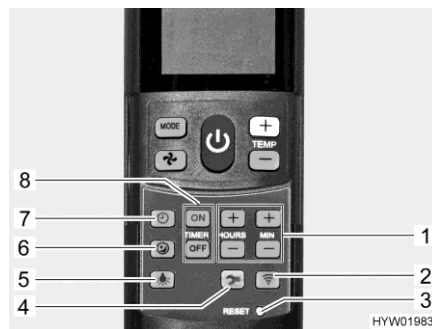

Fig. 177 Mando a distancia con teclas de ajuste (instalación de aire acondicionado)
- Pulsar la tecla Marcha suave (Fig. 177,6). Entonces, el ventilador funcionará a baja velocidad en el funcionamiento de refrigeración y, de esta manera, de modo particularmente silencioso.
- Pulsar la tecla Hora (Fig. 177,7).
- Ajustar las horas y los minutos con las teclas (Fig. 177,1).
- Pulsar la tecla "ON" (Fig. 177,8).
- Pulsar las teclas para el ajuste de la hora (Fig. 177,1) hasta que se haya alcanzado el lapso de tiempo hasta la conexión.
- Pulsar la tecla "OFF" (Fig. 177,8).
- Pulsar las teclas para el ajuste de la hora (Fig. 177,1) hasta que se haya alcanzado el lapso de tiempo hasta la desconexión.
- Volver a pulsar la tecla "ON" o la tecla "OFF" (Fig. 177,8).
- Pulsar la tecla Luz (Fig. 177,5). La iluminación será conectada con el nivel de atenuación ajustado más recientemente.
- Pulsar la tecla Luz (Fig. 177,5) y mantenerla pulsada hasta que se alcance la luminosidad deseada.
- Pulsar la tecla Luz (Fig. 177,5).
- ▷ La tecla Instalación (Fig. 177,4) se usa para conectar el mando a distancia con la instalación de aire acondicionado durante la primera puesta en funcionamiento.